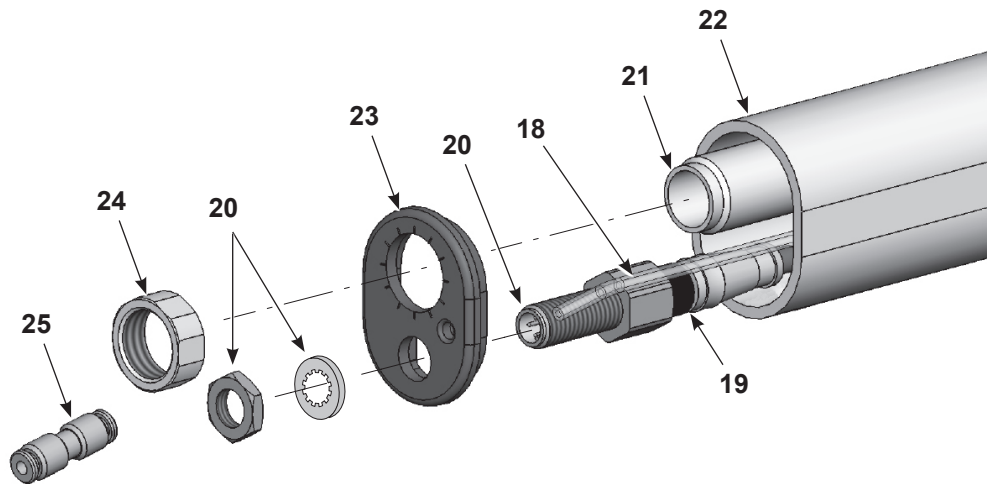

Figura 17 Desmontaje de una pistola de montaje en tubo 1 de 5
2. Ver la Figura 17. Desconectar la unión (25) del tubo de aire transparente de 4 mm (18).
3. Desconectar el cable de la pistola (no se muestra) del recipiente para cable (20).
4. Desenroscar la tuerca (24) del tubo de apriete (21).
5. Extraer la tuerca y la arandela de bloqueo del receptáculo para cable (20). Guardar la tuerca y la arandela de bloqueo para que puedan reutilizarse.
6. Extraer la tapa final (23) del extremo de la pistola.
9. Ver la Figura 17. Conectar el alargador (19) al receptáculo (20) en la tapa final (23).
11. Instalar la tapa final en el tubo de montaje, introduciendo el tubo de apriete (21) y el tubo transparente de 4 mm (18) a través de la tapa final.
12. Fijar el receptáculo para cable (20) a la tapa final con arandela de bloqueo y tuerca.
13. Enroscar la tuerca del tubo de apriete (24) al tubo de apriete y apretarlo bien.
14. Instalar la unión (25) en el tubo transparente de 4 mm.